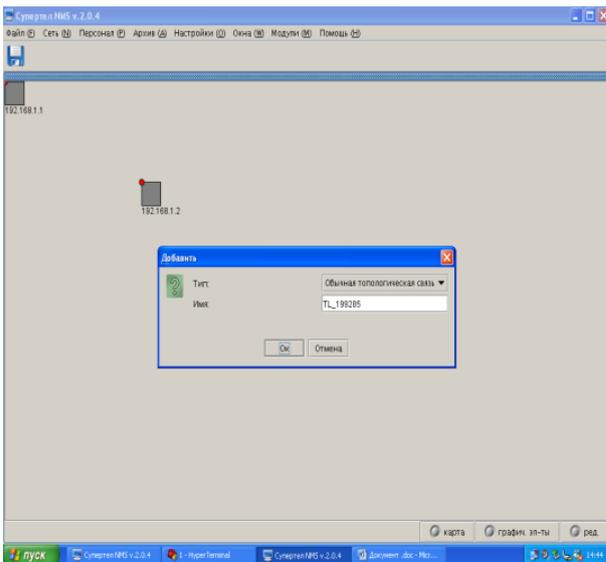

Рис. 26
13. Выбрать тип «Обычная топологическая связь», имя «TL\_199295», как показано на рис. 26.